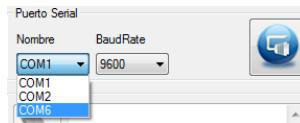

Figura 44: Selección de puerto COM asociado a la placa
- **Paso 4:** Sobre la sección *Puerto Serial* debe identificarse sobre el menú desplegable *Nombre*, el puerto COM asociado a la placa. La Figura 44 ilustra dicho concepto
- **Paso 5:** Debe tenerse en cuenta sobre la instrucción *uartConfig()*, perteneciente a la librería *sAPI*, deben asignarse dos parámetros de entrada, uno de ellos indica el módulo de la UART sobre la cual se desea trabajar, en este caso el parámetro es *UART_USB*. El segundo parámetro que debe asignarse a dicha instrucción es la velocidad de transmisión en baudios. El valor de la velocidad previamente configurada sobre el programa debe ser configurado sobre el menú desplegable *BaudRate*, ubicado sobre el costado derecho del menú desplegable *Nombre*. Por ejemplo, si la velocidad configurada es igual a 9600 baudios, entonces sobre dicho menú debe seleccionarse 9600, como lo ilustra la Figura 44.